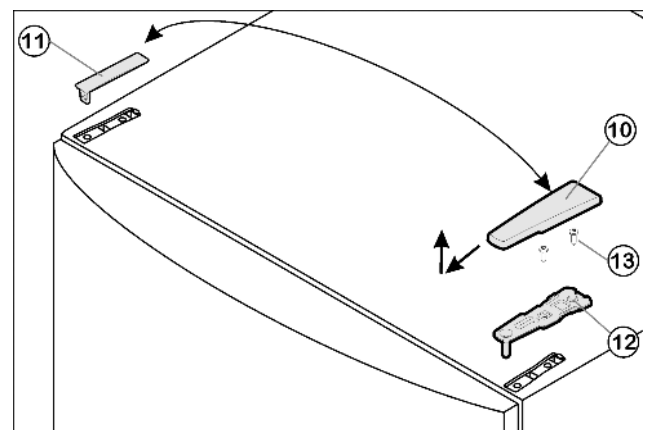

Fig. 4
- Enlever le cache Fig. 4 (10) vers l'avant et le haut.
- Retirer le cache Fig. 4 (11).
- ▶ Dévisser le support d'appui supérieur Fig. 4 (12) (2 Torx® 25) Fig. 4 (13) et retirer vers le haut.
- ▶ Placer le support d'appui supérieur Fig. 4 (12) sur le nouveau côté charnière de porte.
- ▶ Visser le support d'appui supérieur Fig. 4 (12) à fond (avec **4 Nm**) (2 Torx® 25) Fig. 4 (13). Pointer les trous de vissage ou utiliser une visseuse sans fil.
- ▶ Faire encliqueter le cache Fig. 4 (10) et le cache Fig. 4 (11) du côté opposé.